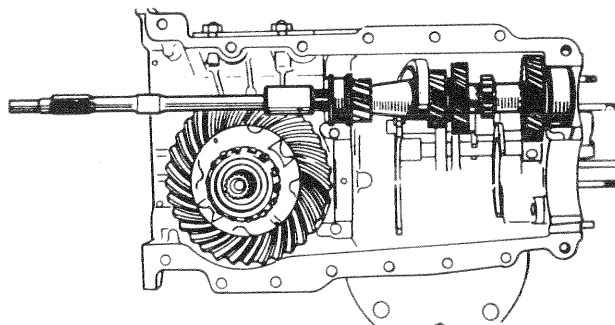

Fig. 53. — Dépose de l'arbre secondaire
- Enlever le train secondaire (fig. 53).